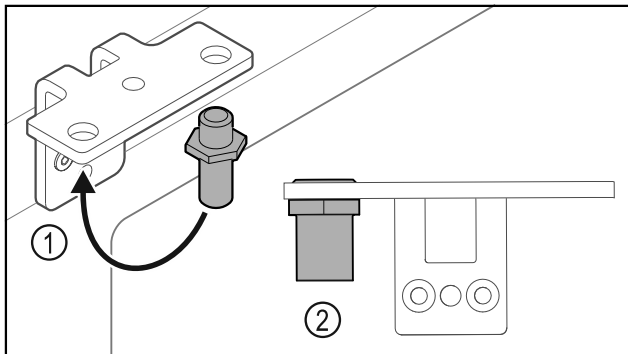

Fig. 33
- ▶ 调换合页角铁中的螺栓 Fig. 33 (1)。
- ▶ 用 **12 Nm** 的扭矩拧紧螺栓 Fig. 33 (2)。